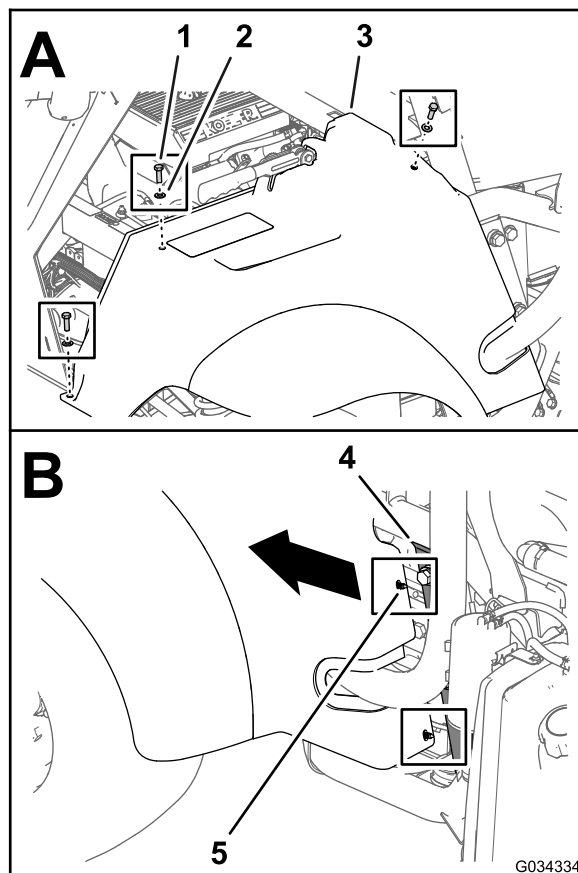

図 3
1. 左側シートベースとフェンダを車体シャーシに固定しているボルト5/16 x 1 インチ3本とワッシャ5/16 インチ3枚を取り外す図 3。
2. シートベースとフェンダを前方に動かして、車両左側の ROPS のチャンネル材にある2つの穴6.4 mmからシートベースのプラスチック製クリップアンカー2本を外す(図 3)。